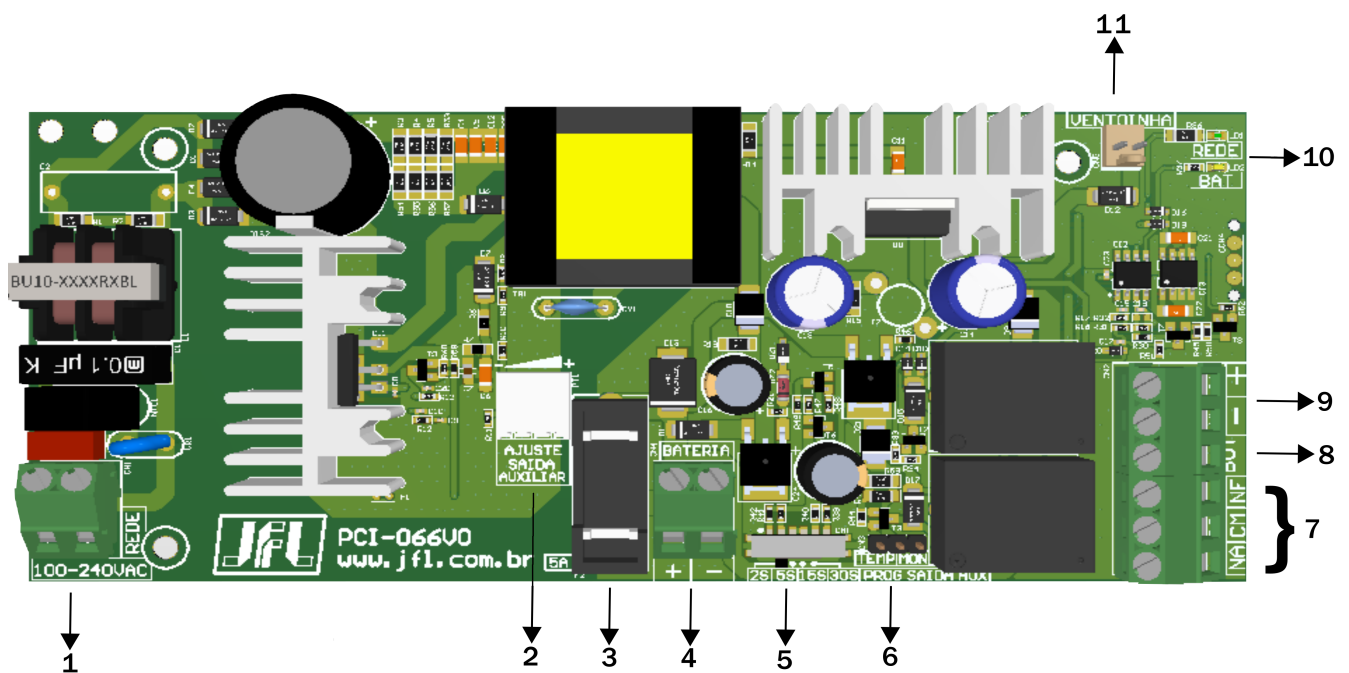

Figura 1
A POWER 512 PLUS é uma fonte de alimentação 12 Vc.c. ajustável, a tensão de saída pode variar de 12 a 14,2 Vc.c. através do TRIMPOT. Podendo ser utilizada por qualquer produto que necessite de uma corrente máxima de até 5 amperes. Na ausência de energia elétrica, a carga passa a ser alimentada por uma bateria conectada na entrada +B e -B (função NO-BREAK). O tempo de duração da bateria depende da corrente que está sendo fornecida para a carga. A fonte possui proteção contra curto circuito de saída (+ e -), proteção contra inversão de polaridade (+B e -B), proteção de sobretemperatura, proteção de bateria baixa e um relé de contato seco multifuncional (saída PGM), com opção de monitoramento da rede AC ou saída temporizada para acionamento de fechadura elétrica ou magnética. O modo de funcionamento da saída PGM é selecionado pelo jumper de acordo com a Figura 1, item 5.